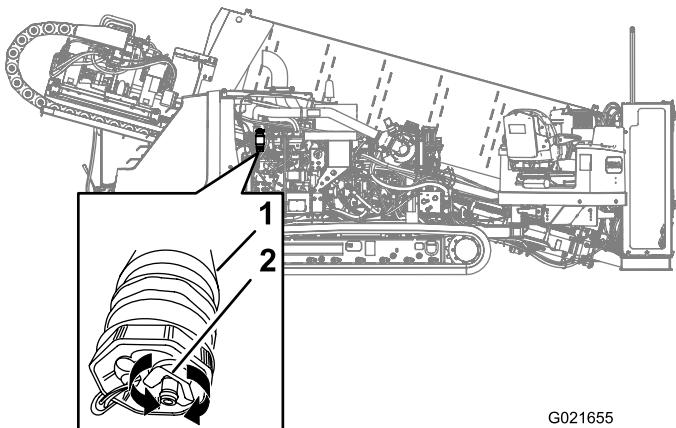

Figura 127
3. Posicione uma bandeja de drenagem sob o filtro de combustível secundário (Figura 127).
4. Gire a válvula de drenagem no fundo do filtro de combustível secundário no sentido anti-horário, dando 2 ou 3 voltas, e drene a água e os sedimentos que estiverem presentes no filtro de combustível (Figura 127).